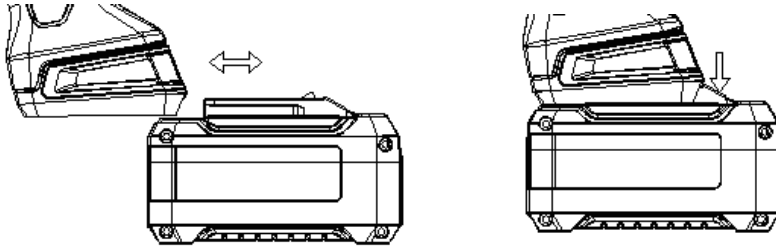

Abbildung 2
1. Akku einschieben und entfernen (Abbildung 2)